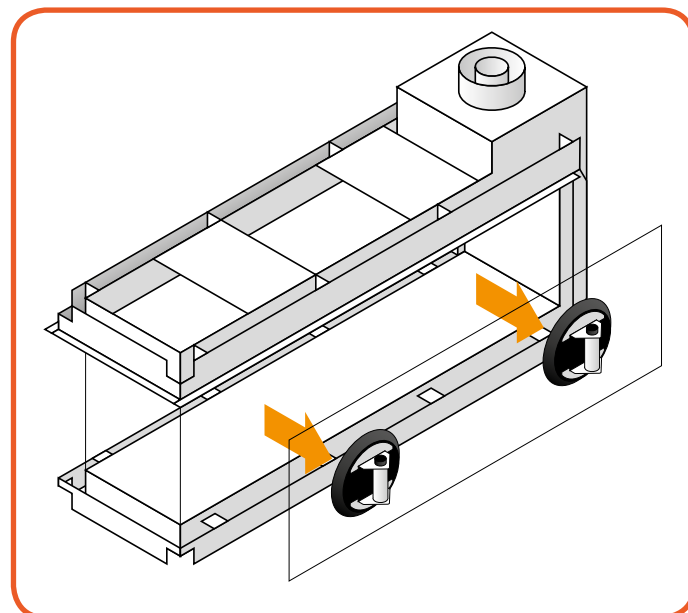

Figura 10.6 - Rimozione del vetro
- Sollevare leggermente il vetro e inclinarlo facendolo passare attraverso l'apertura (vedi *Figura 10.6*).